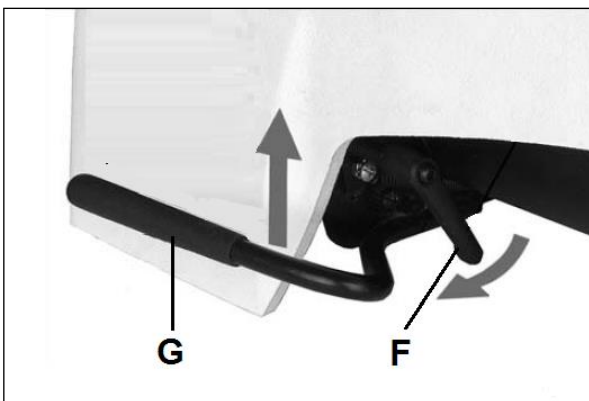

Fig 22
Détendre la courroie. Pour cela, tirer sur la poignée (F, Fig 22) et soulever le moteur avec le levier (G).